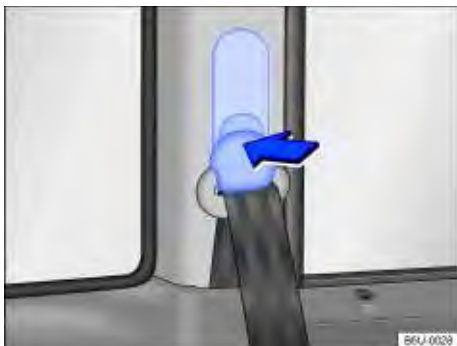

Fig. 56 Ao lado dos bancos dianteiros: regulagem de altura do cinto de segurança.
- Pressionar o dispositivo regulador no sentido da seta e mantê-lo pressionado ⇒ Fig. 56.